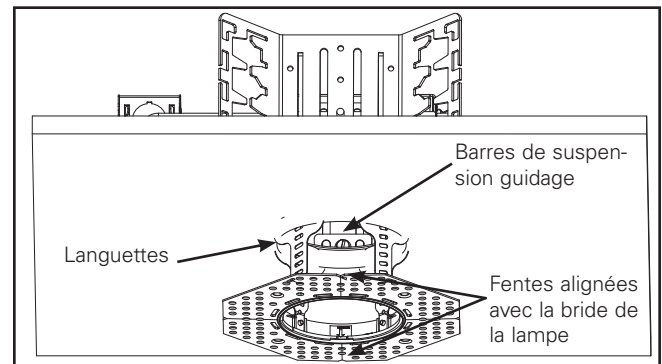

Figure 2.
7. Un ensemble d'encoches opposées doit être perpendiculaire aux murs de la pièce ou des solives au plafond. Si vous le voyez en dessous du plafond, localisez les supports des barres de suspension réglables et les encoches de ligne avec eux (ne s'applique pas aux applications de rénovation, voir la figure 2).
8. Appuyer la bague contre le plafond. Pliez les onglets Comme illustré à la figure 2.